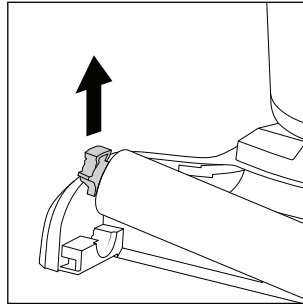

Abb. 34
- ♦ Fassen Sie die Halterung links an der Bürstenrolle **6** und ziehen Sie diese nach oben, um die Bürstenrolle vom Fußteil **3** zu entfernen (siehe Abb. 34).